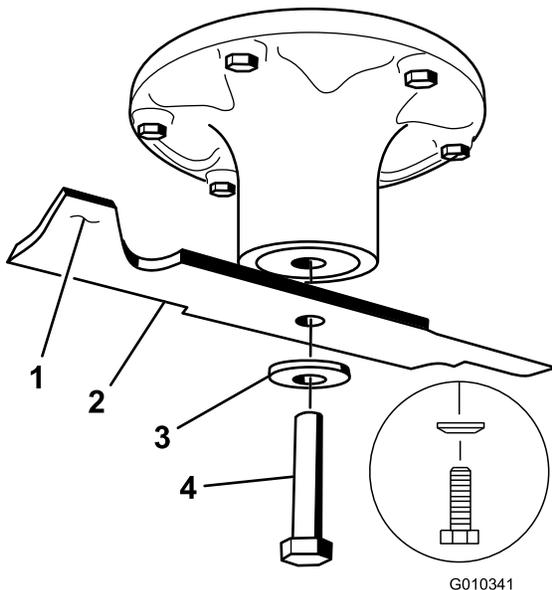

Figure 59
Tenez la lame par son extrémité avec un chiffon ou un gant épais. Enlevez de l'axe, le boulon (en le tournant dans le sens antihoraire), la rondelle bombée et la lame (Figure 59).
Remarque: Si la lame reste horizontale, elle est équilibrée et peut être utilisée. Si la lame est déséquilibrée, limez un peu l'extrémité de la partie relevée seulement (Figure 59). Répétez cette procédure jusqu'à ce que la lame soit équilibrée.
1. Placez la lame sur l'axe (Figure 59).
Remarque: Le côté bombé de la rondelle élastique doit être dirigé vers la tête du boulon (Figure 59).